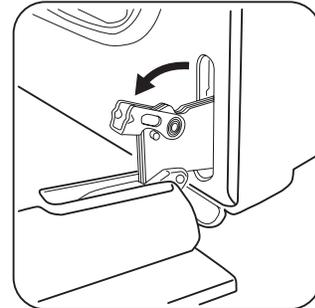

Figure 33: Serrures de charnière de porte
2. Levez et faites pivoter/abaissez complètement les leviers situés sur les deux verrous de charnière de porte du cadre du four vers la porte du four (Figure 33). Vous pourriez avoir besoin d'un petit tournevis à tête plate.
4. Levez et faites pivoter/poussez les verrous des charnières de porte vers le haut et dans le cadre du four jusqu'à ce qu'ils soient en position verrouillée (Figure 33).